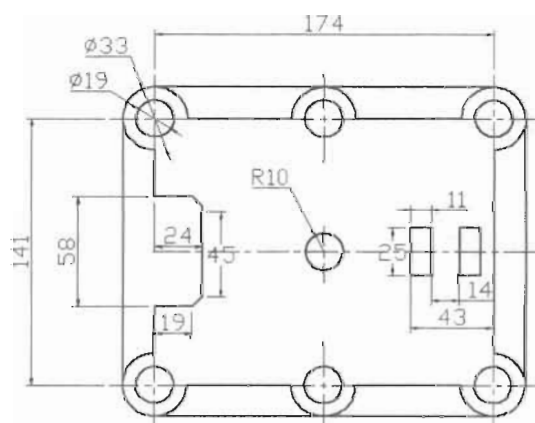

图 5-198
(3) 绘制如图 5-198 所示的图形, 主要是练习矩形和圆的绘制, 以及修剪命令的应用。